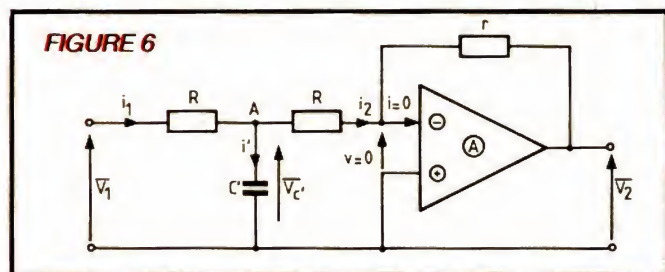

FIGURE 6
a) Avec les notations de la figure 6, \overline{V}_C étant la tension aux bornes de C' , et compte tenu du fait que $i = 0$ et $v = 0$ par hypothèse, nous avons :